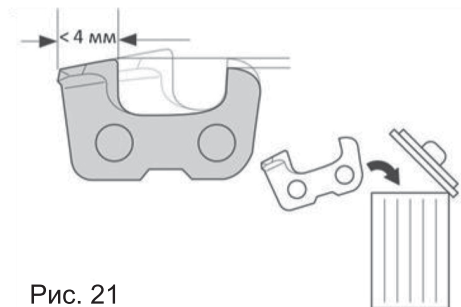

Рис. 21
3. Следите за тем, чтобы режущая кромка все зубьев пильной цепи, с обеих сторон, была бы после заточки до одной и той же длины. В противном случае, заточенную цепь при пилении, будет «уводить» вправо или влево. Если длина режущей кромки зуба уменьшилась до 4 мм (рис. 21), пильная цепь считается изношенной и подлежит замене.